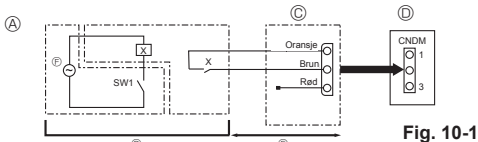

Fig. 10-1
10.1. Lav støy-modus (modifisering på stedet) (Fig. 10-1)